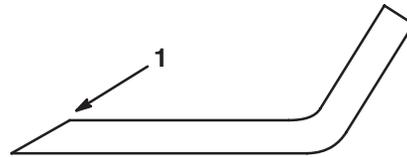

Figure 33
1. Au moyen d'une lime, aiguisez les tranchants aux deux extrémités de chaque lame (Fig. 33) en veillant à conserver l'angle de coupe d'origine. Limez la même quantité de métal sur les deux tranchants pour ne pas déséquilibrer la lame.